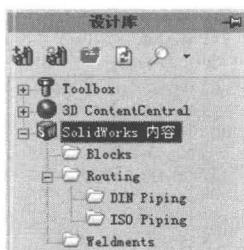

图 1-6
- SolidWorks 内容: 包括常用的特征库、成形工具和一些常用的零件等, 如图 1-6 所示。